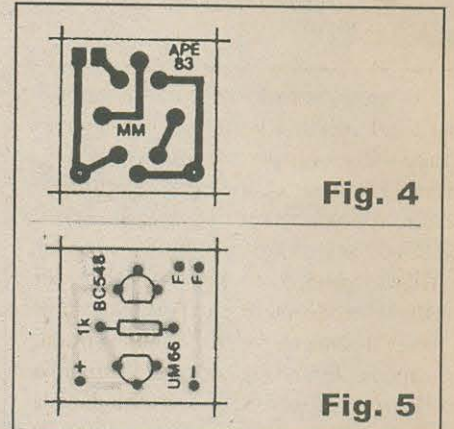

Fig. 4
- FIG. 4 - LAY OUT DO CIRCUITO IMPRESSO ESPECÍFICO - Se existissem moedas quadradas, poderíamos dizer que a plaquinha é *do tamanho de uma moeda*... Uma *caquinha*, 2 x 2 centímetros, dimensões irrisórias que permitem o aproveitamento de qualquer *lasca* de fenolite que o caro leitor/hobbysta eventualmente encontre jogada no chão, aí sob a bancada de trabalho...! O padrão cobreado (visto em escala 1:1, tamanho natural portanto, na figura...) é extremamente simples, facilímo de ser copiado, reproduzido, traçado... Pode ser usada a tinta ácido resistente, ou os decalques convencionais... Como sempre, recomendamos uma conferência ao final da confecção, para busca e eliminação de algum defeitinho que tenha *escapado* durante a traçagem/corrosão... No mais, é seguir as orientações das **INSTRUÇÕES GERAIS PARA AS MONTAGENS**, conjunto permanente de *dicas* que os leitores iniciantes podem usar para *salvar a pátria* quando dúvidas surgirem...